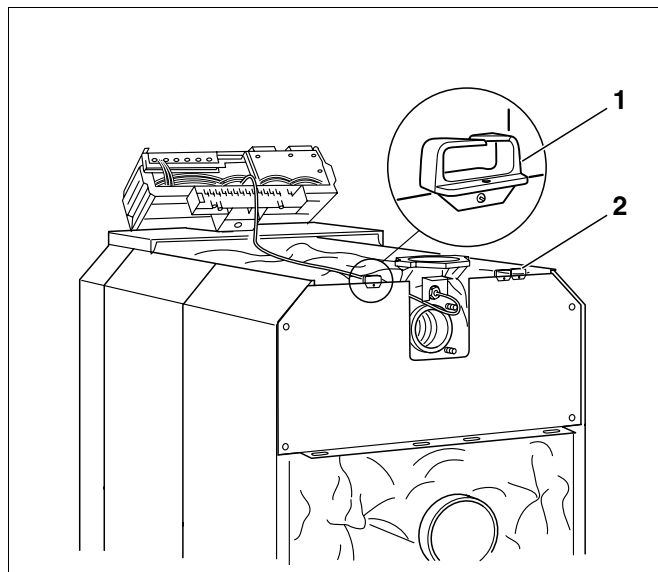

Fig. 63 Elektrisk tilkøpling
- Skru fast kabelgjennomføringen (Fig. 63, **Pos. 1** og **2**) på høyre eller venstre side av kjelens bakvegg.